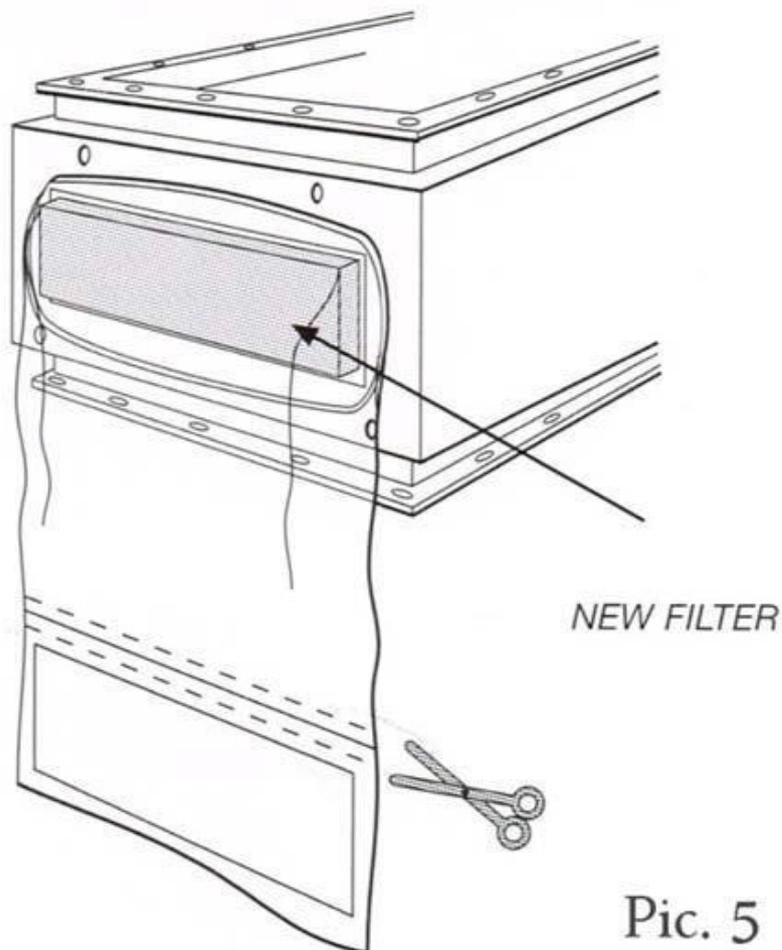

Рис. 5
9) Вставьте новый фильтр, придерживая сторону с уплотнением кверху, так, чтобы он задвинулся вовнутрь паза с помощью рычагов (Рис. 5).